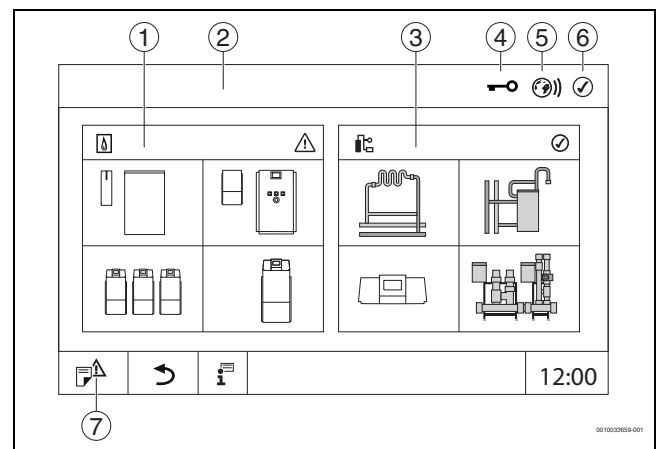

Bild 11 Systemübersicht (Beispiel)
- ▶ **Anlage** antippen (→ Bild 11, [3], Seite 13).